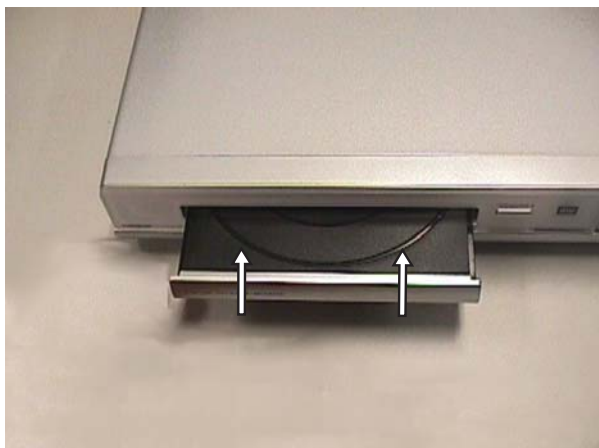

Figura 4-2: Remova a Tampa da Bandeja
- 2) Remova a Tampa da Bandeja 110 como mostra a Figura 4-2 .